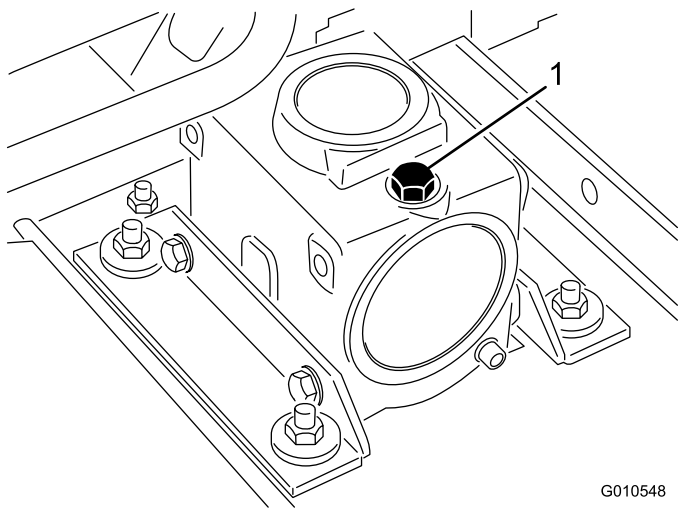

Figura 7
2. Togliete il tappo di riempimento/asta di livello da sopra gli ingranaggi (Figura 7) e verificate che il lubrificante si trovi tra i segni riportati sull'asta. Se il lubrificante è insufficiente, rabboccatelo fino a raggiungere il livello compreso tra i segni.